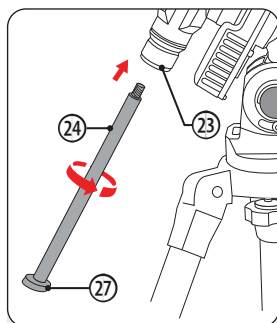

Fig. 11: Enroskar la barra de contrapeso
1. Enrosque la barra de contrapeso en la rosca interior (23) a del bloqueo DEC (23) (Fig. 11).